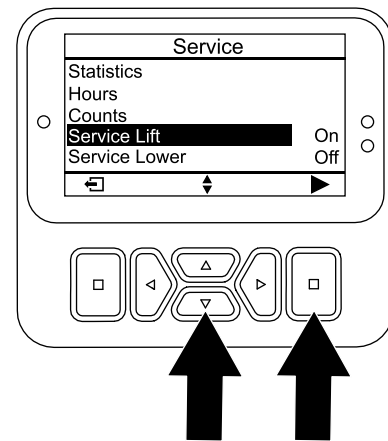

Bild 120
4. Drücken Sie die Taste „nach unten“, bis die Option SERVICE LIFT ausgewählt ist, und drücken Sie dann die Auswahlstaste (**Bild 120**).